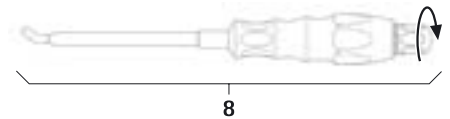

Fig. 8
- Montare lo strumento inseritore per barre 8, vedere Fig. 8.